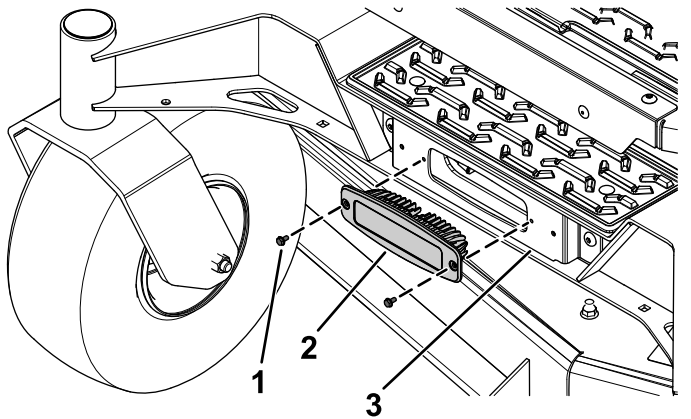

Figura 2
1. Sujete el faro al soporte usando los 2 tornillos de cabeza hexagonal con arandela prensada (Figura 2).